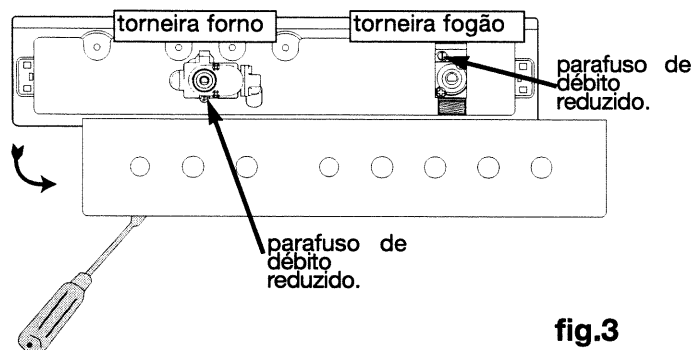

fig.3
- Desenrosque, com a chave fornecida, os injectores situados no fundo de cada panela e retire-os (fig. 3).
- Com uma chave de fendas de lâminas, **aperte completamente** no sentido dos ponteiros de um relógio, o parafuso de débito reduzido em latão de cada torneira (fig. 3).
- Desaperte de cerca de um quarto de volta o parafuso de débito reduzido em latão no sentido contrário ao dos ponteiros de um relógio (fig. 3).